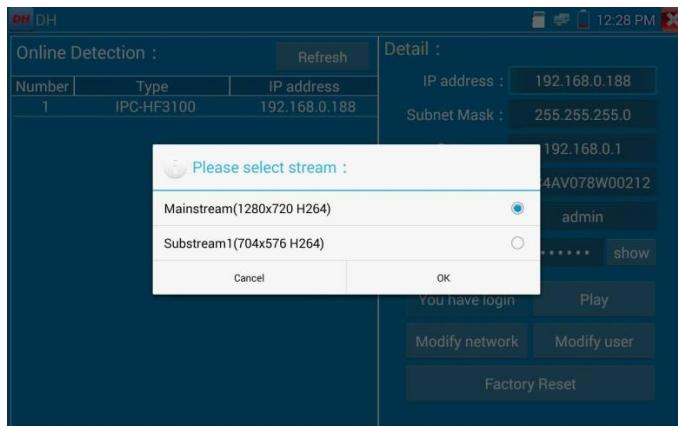

Рис. 133 Выбор видеопотока для тестируемой видеокамеры
3. Если видеокамера поддерживает выбор из нескольких потоков, выберите нужный, рис. 133